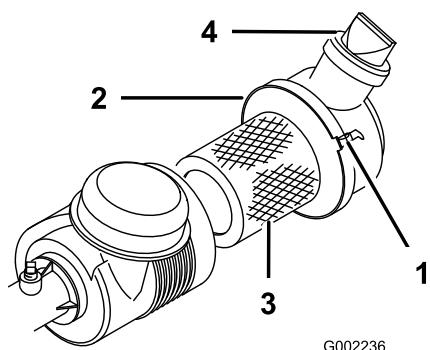

Figura 36
Controllate la struttura del filtro dell'aria per verificare che non vi siano danni che potrebbero causare una perdita d'aria. Assicuratevi che lo scodellino parapolvere sia saldamente sigillato sul filtro dell'aria. Sostituite il filtro dell'aria se danneggiato. Comprimate la valvola (Figura 36) prima di ogni utilizzo per pulirla da polveri e detriti. Eseguite la manutenzione del filtro dell'aria ogni 100 ore.
3. Allentate la cinghia del filtro dell'aria che tiene fissato il coperchio del filtro al corpo del filtro stesso (Figura 36) e separate il coperchio dal corpo.
7. Fissate saldamente la cinghia (Figura 36).
4. Installate il coperchio con la valvola diretta verso il basso e fissate la cinghia (Figura 36).